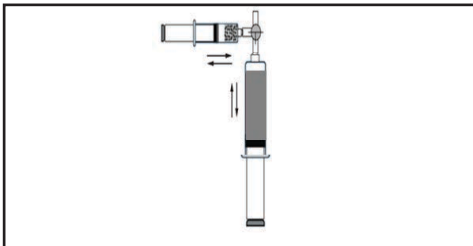

Abbildung 9.
2.3 Vorsichtig etwas von der Medikamentenlösung in die Mikrosphärenspritze drücken und dann die Mikrosphären-Medikamentenlösung einige Male langsam zwischen beiden Spritzen hin und her transferieren, damit die Mikrosphären ausreichend suspendiert werden. Die gesamte Mikrosphären-Medikamentenlösung in die 60-ml-Spritze drücken (Abbildung 9).